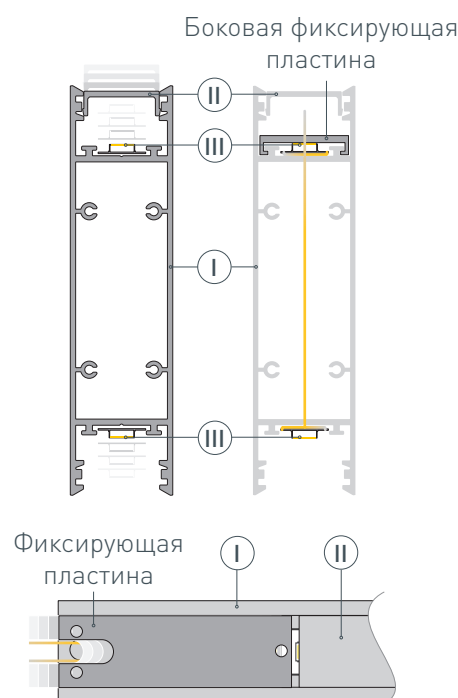

Рис. 1. Установка боковой фиксирующей пластины на профиль Ⓘ. Вид сверху
- 2** / Перед приклеиванием светодиодной ленты Ⓚ рекомендуется обезжирить поверхность профиля Ⓘ. **Рекомендуется использовать при монтаже светодиодную ленту 48 V.** Установите в профиль Ⓘ светодиодные ленты Ⓚ на нижнюю и верхнюю площадки для лент и пропустите кабели питания светодиодных лент через отверстие в профиле. Максимально допустимая для подключения длина отрезка светодиодной ленты Ⓚ указана в инструкции к светодиодной ленте. Установите боковую фиксирующую пластину из комплекта фиксатора токопроводящего ремня ⒱ на профиль Ⓘ и пропустите через нее кабели питания светодиодных лент как показано на рис. 1. Установите на профиль Ⓘ верхний экран Ⓙ.